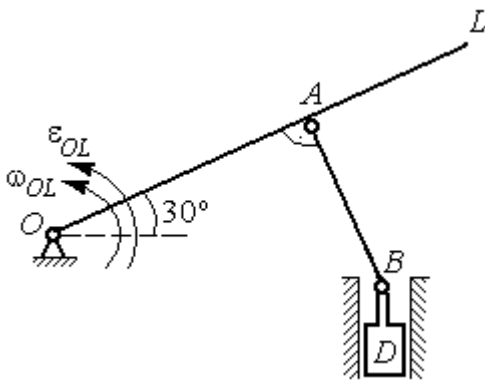

Рис. 2.26. Шарнирно-рычажный механизм гидравлического прессы
**Задача 32.** Поршень  $D$  гидравлического пресса приводится в движение шарнирно-рычажным механизмом  $OABD$ . В положении механизма, указанном на рис. 2.26, точка  $L$  рычага имеет скорость  $V_L = 0,6$  м/с и ускорение  $a_L = 0,5$  м/с2. Длина рычага  $OA = 2 \cdot AL = 0,6$  м, длина звена  $AB = 0,4$  м. Определить скорость и ускорение поршня  $D$ , угловую скорость и ускорение звена  $AB$ .